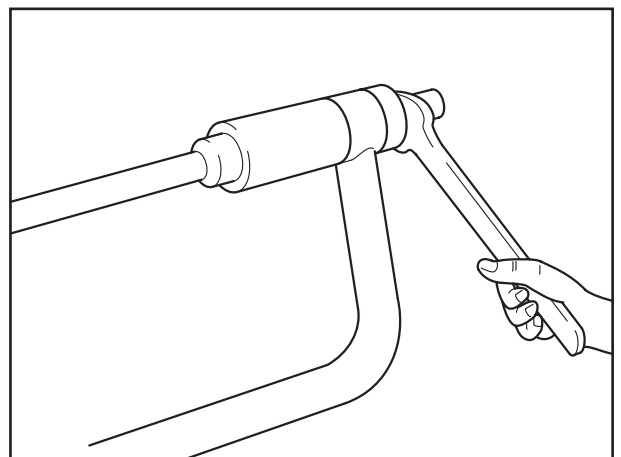

Fig. 3
- [4] Gummi-Stahl-Buchsen im Bügelstabilisator auf Verschleiß prüfen, ggf. mit Montagewerkzeug (BPW-Nr. 14.825.11744) auswechseln (Fig. 3), siehe auch Kapitel 4 Arbeitsschritte 23 - 25.
[4] Examine bonded rubber bushes in U-stabilizer for signs of wear, replace if necessary with assembly tool (BPW No. 14.825.11744) (Fig. 3) see also Chapter 4, step 23-25.
[4] Vérifier l'usure des silent-blocs dans la barre stabilisatrice en U, le cas échéant les remplacer avec l'outil de montage (réf. BPW 14.825.11744) (fig. 3), voir chapitre 4, opérations 23-25.